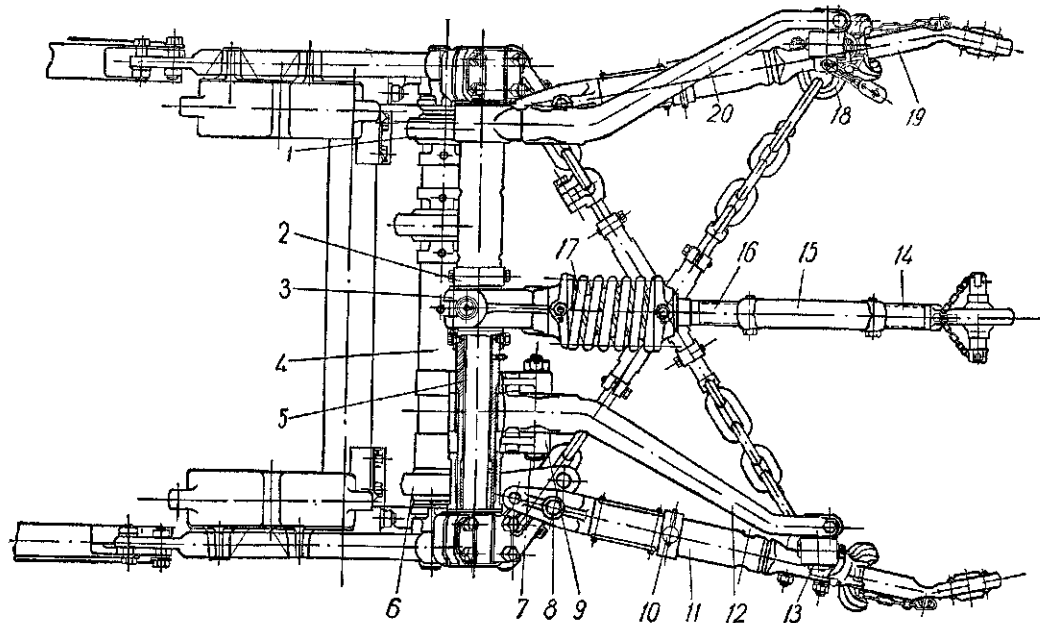

Рис. 50. Механизм для навешивания орудий, установленный по трехточечной схеме:
1) снять скобы для крепления ограничительных цепей к задним частям продольных тяг и до предела удлинить их регулировкой стяжных муфт и дополнительных звеньев (рис. 50);